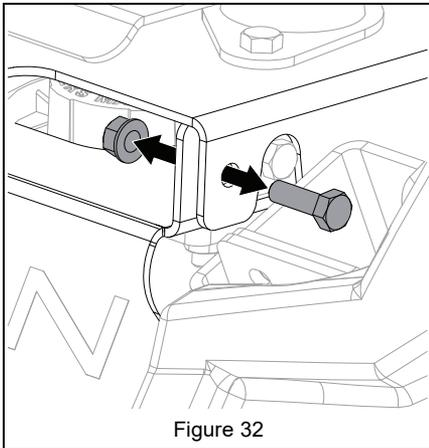

Figure 32
4. Retirer et conserver la visserie fixant la plaque de siège au support du siège. Voir Figure 32.